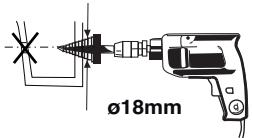

Fig. 2
5. Просверлить отверстия С диаметром 10,5 мм насквозь. См. рисунок 2.
7. Увеличить отверстия С до диаметра 18 мм. См. рисунок 2.